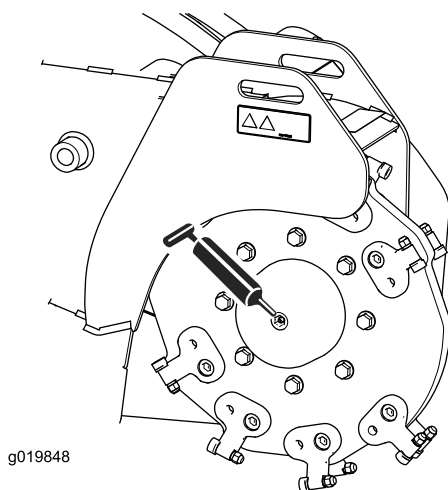
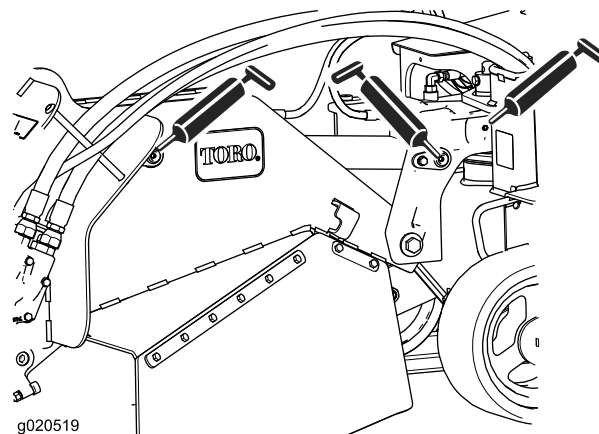

Figure 26
Figure 28
3. Raccordez une pompe à graisse à chaque graisseur (Figure 26 à Figure 28).